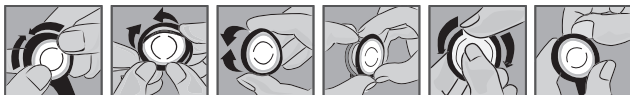

Fig. 3
4. Cuando las puntas de los auriculares están en los oídos, los tubos auriculares deben apuntar hacia adelante como se muestra en la Fig. 3. El uso inadecuado de los auriculares del estetoscopio puede dar lugar a un mal sellado acústico y, en algunos casos, a un bloqueo completo del sonido.